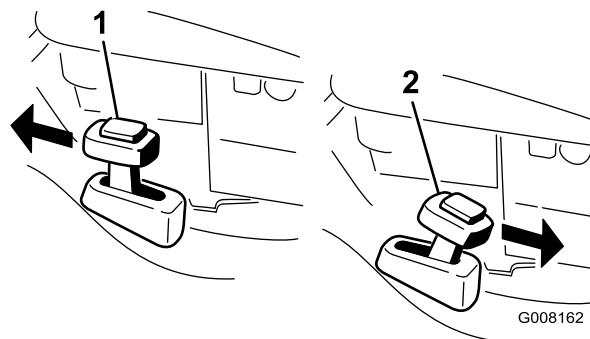

Bild 19
2. Drücken Sie die Taste oben am Hebel für Recycler/Fangkorb und schieben Sie den Hebel auf **Recycler** (Bild 19).
2. Hängen Sie den Fangkorb ein, wenn Sie das Schnittgut sammeln möchten (siehe Einsetzen des Fangkorbs4). Drücken Sie die Taste oben am Hebel für Recycler/Fangkorb und schieben Sie den Hebel auf **Fangkorb** (Bild 19).
**Hinweis:** Der Hebel für den Recycler/Fangkorb sollte in der Stellung **Fangkorb** (Bild 19) stehen.